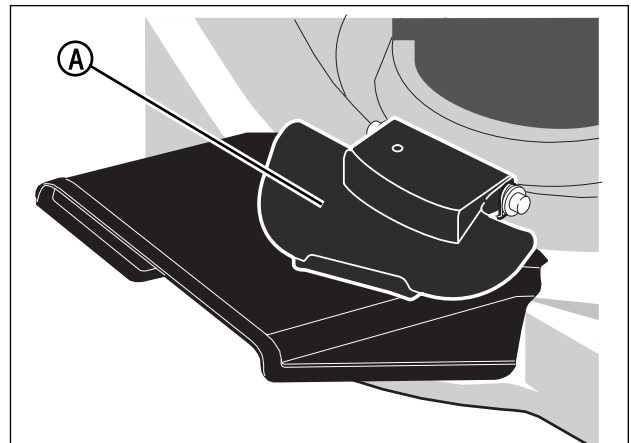

Figura 10: rilascio della copertura della pacciamatrice
4. Abbassare la copertura della pacciamatrice (**A, Figura 10**).